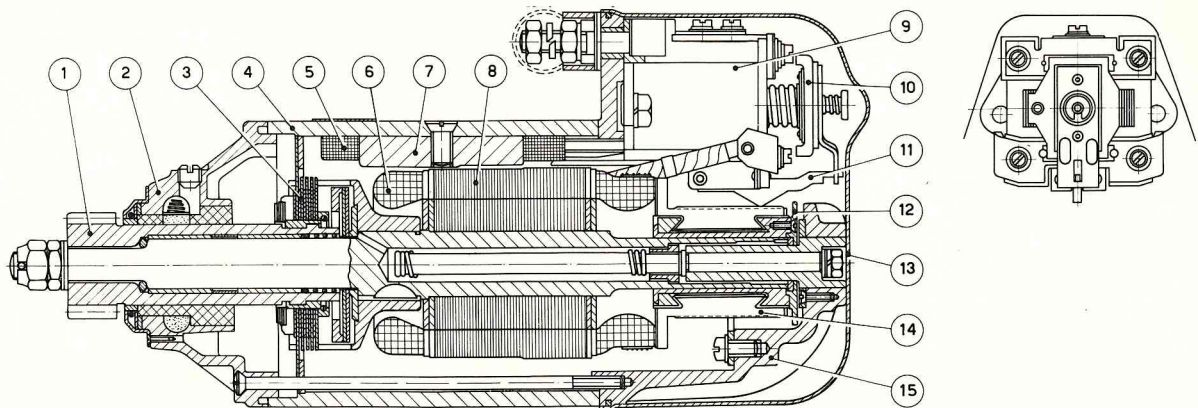

Fig. 229 - Sezione longitudinale del motorino di avviamento.
Nella fig. 229, dove è illustrato in sezione il motorino di avviamento con innesto a indotto succhiato, l'indotto, nella sua posizione di riposo, è trattenuto fuori dalla linea mediana delle masse polari da una apposita molla a spirale agente in senso assiale.
La pressione esercitata sul pulsante di avviamento determina l'alimentazione dell'interruttore elettromagnetico (9, fig. 229) e di conseguenza lo spostamento del ponticello di contatto (10) la cui corsa è limitata dall'arresto (11). Questo, a mezzo del suo contatto superiore, chiude il circuito di alimentazione dell'avvolgimento di campo ausiliario costituito da due avvolgimenti rispettivamente collegati in serie e in parallelo all'indotto.
Introdurre poche gocce di olio da motore attraverso il tappo supporto lato pignone (**2**, fig. 229); spalmare di grasso **Jota 1/M** l'accoppiamento chiocciola-pignone.